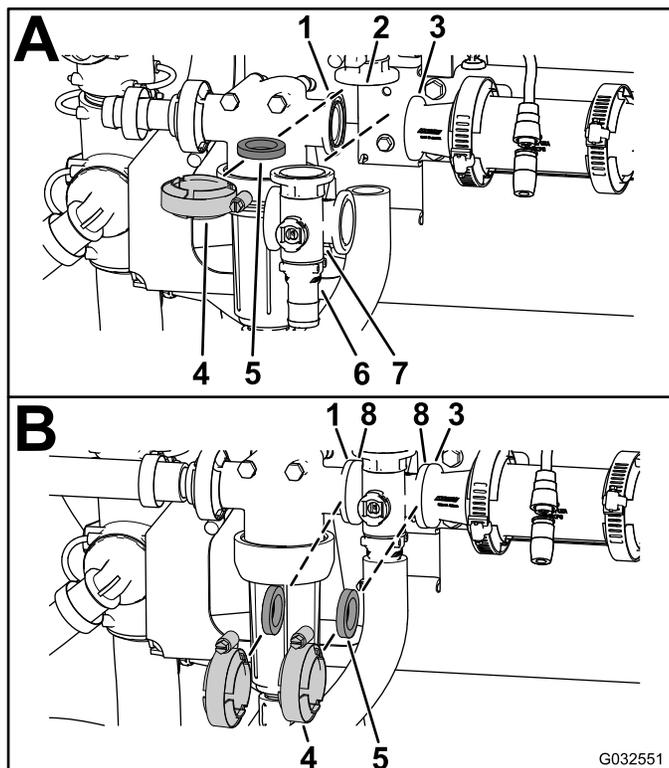

图115
1. 将搅拌旁通阀凸缘、1 个垫片与搅拌阀歧管的端盖接头凸缘对齐（图115 A）。
2. 以手动夹紧夹具的方式，组装搅拌旁通阀、垫片和搅拌阀歧管（图115 A）。
3. 在压力式滤清器头的凸缘与搅拌阀歧管之间放 1 个垫片（图115 B）。
4. 以手动夹紧夹具的方式，组装压力式滤清器头、垫片和搅拌阀歧管（图115 B）。
5. 在搅拌阀歧管凸缘与异径管接头之间放 1 个垫片（图115 B）。
6. 以手动夹紧夹具的方式，组装搅拌阀歧管、垫片和异径管接头（图115 B）。
7. 在搅拌阀歧管凸缘与搅拌节流阀安装座接头之间放 1 个垫片（图115 C）。
8. 以手动夹紧夹具的方式，组装搅拌阀歧管、垫片和安装座接头（图115 C）。